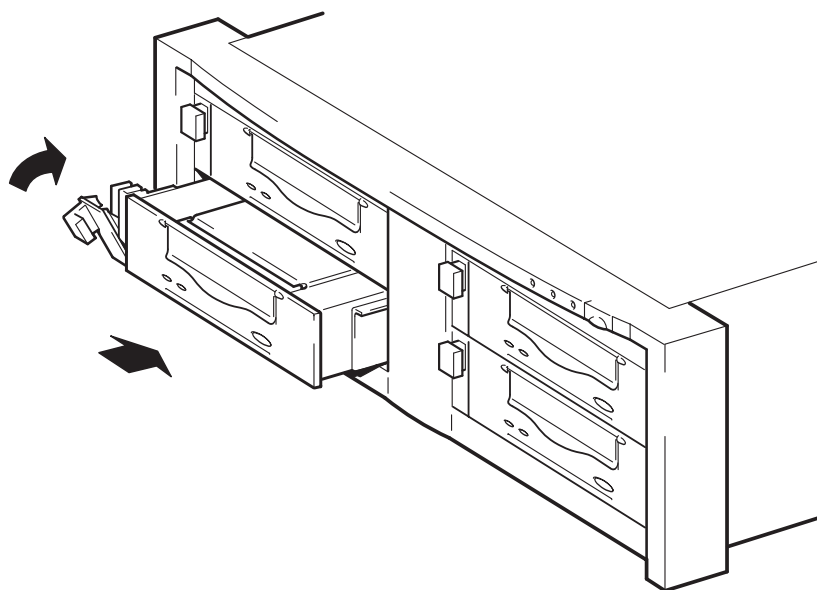

Figura 4b: instalación de la unidad
- 2 Deslice la unidad hacia el interior de uno de los compartimentos abiertos, según se muestra en la Figura 4b, y asegúrese de que los raíles guía de ambos laterales de la unidad entren en las ranuras del muro separador. Empuje la unidad con cuidado pero con firmeza para que los conectores posteriores encajen perfectamente. La palanca de extracción se cerrará ligeramente.